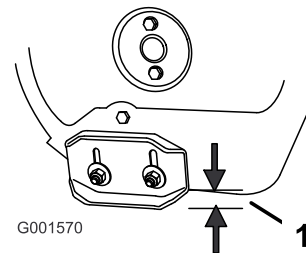

Figura 42
2. Allentate i dadi che fissano entrambe le slitte ai lati della coclea, finché le slitte non scorrono liberamente verso l'alto ed il basso (Figura 42).